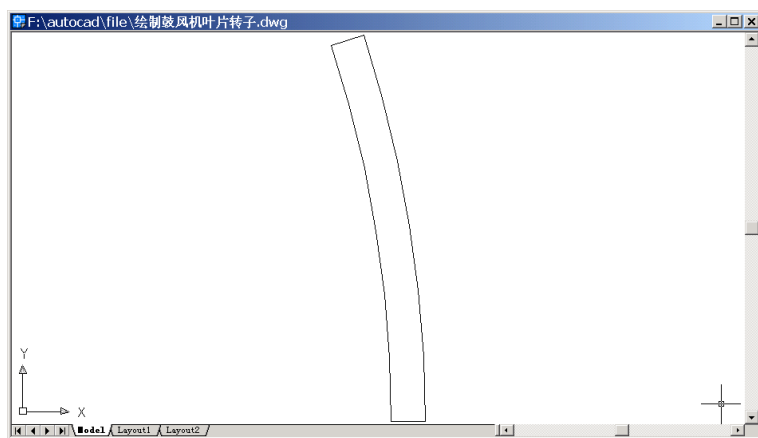

图 31.3 叶片弧线段
(2) 用 VIEW 命令改变视图为 Top（俯视图），结果如图 31.3 所示。